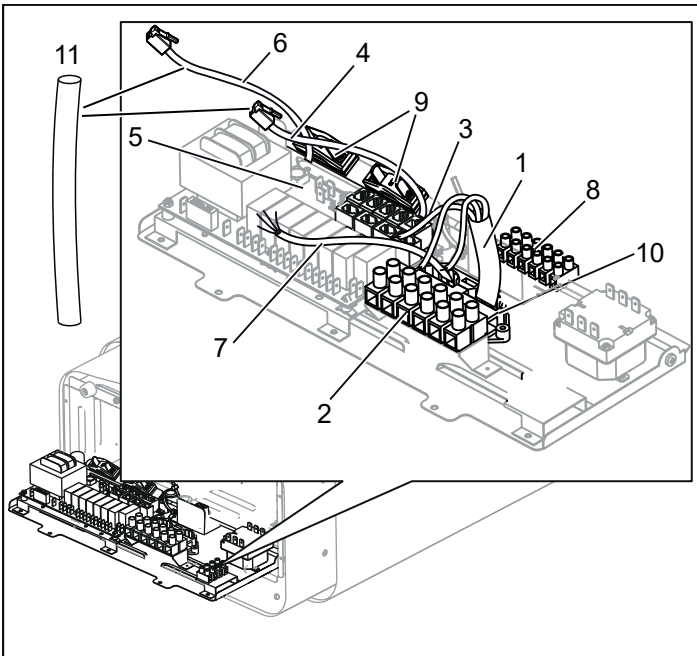
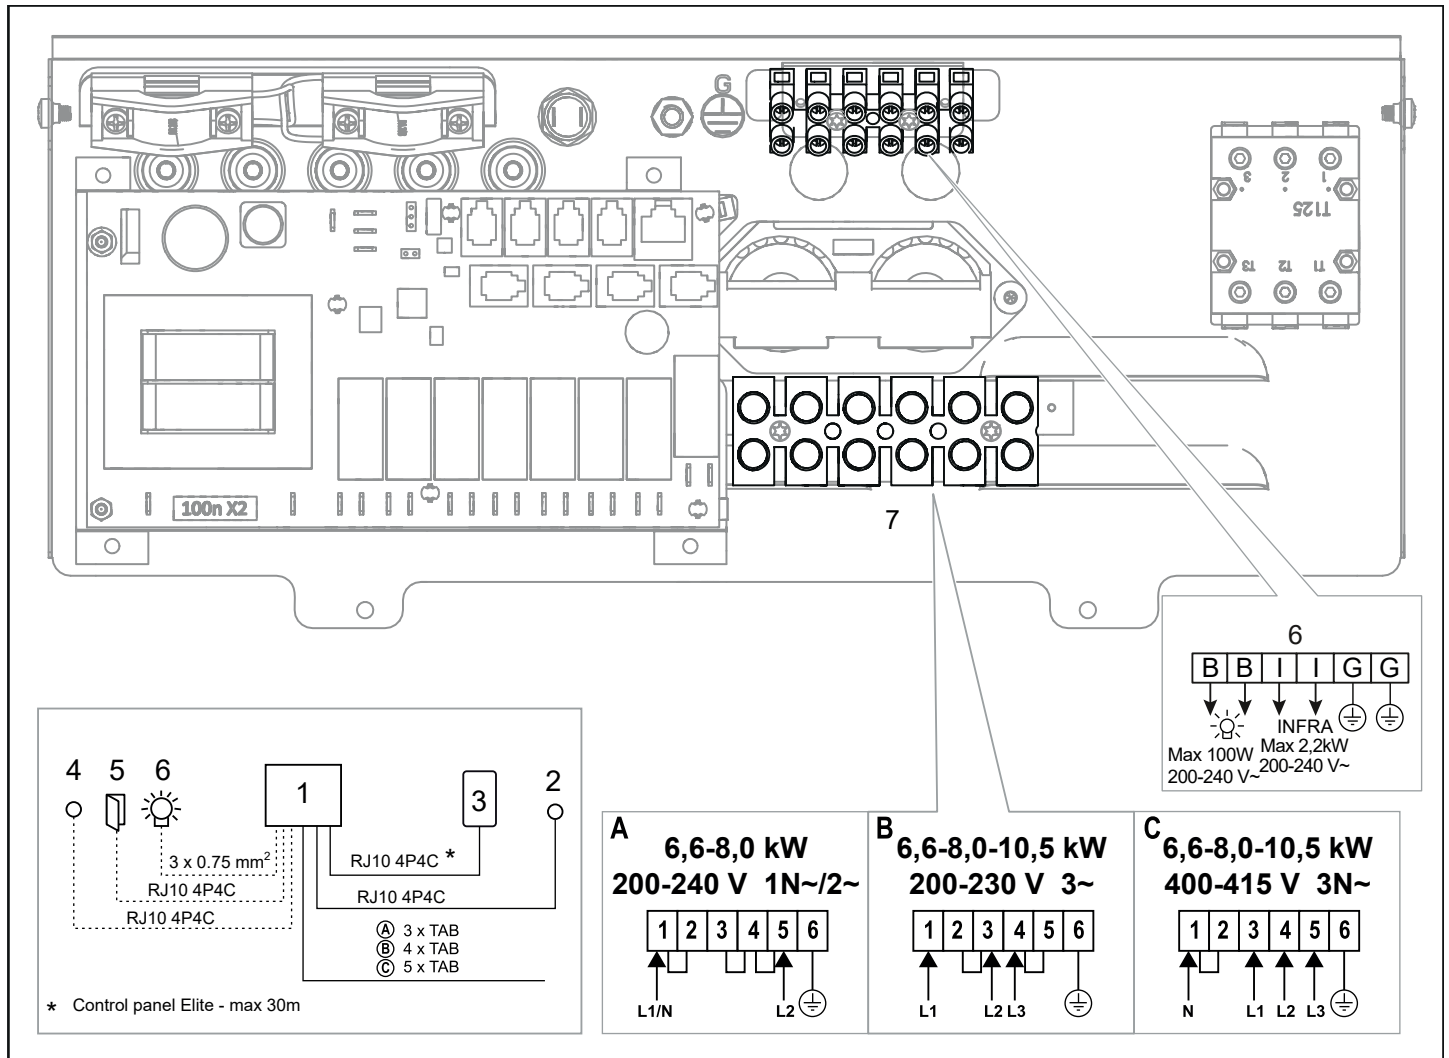
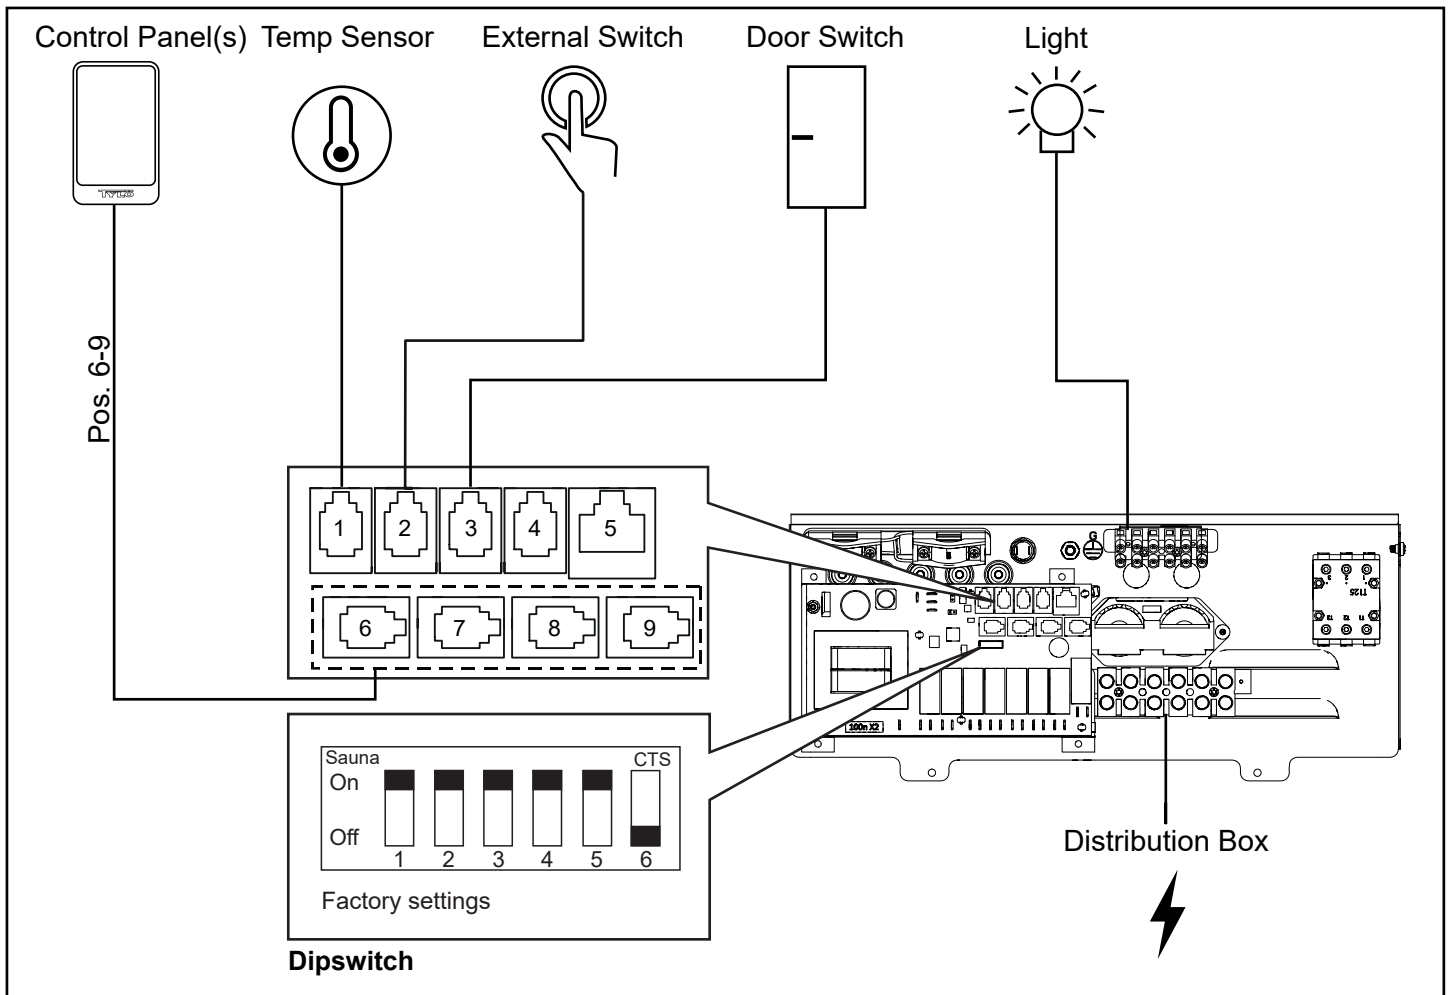

Рисунок 9: Монтажная плата
Рисунок 17: Схема соединений
Рисунок 18. Схема установки Sense Elite
3. Подключите электрический кабель (см. Рисунок 9) согласно схеме соединений (см. Рисунок 17).
- Проведите кабель для панели управления и датчика температуры через проходные кабельные втулки (см. Рисунок 9). Подключите кабель панели управления к одному из четырех контактов RS485 (позиции 6-9) (см. Рисунок 18).
- Подключите кабель датчика к контакту NTC на монтажной плате (позиция 1) (см. Рисунок 18).
- Подключите кабель освещения (если таковой имеется), см. Рисунок 9, согласно схеме соединений, Рисунок 17.